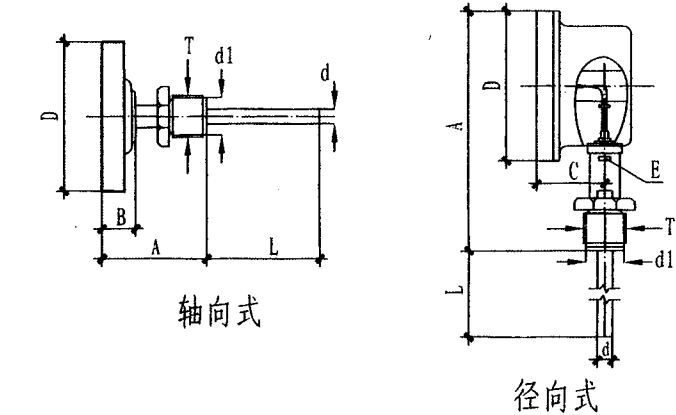

图2 双金属温度计外形图
4.2 双金属温度计： 双金属温度计WS、WSS，电接点温度计为WSX、WSSX。温度测量极限范围，最低极限温度为-60℃，最高极限温度为500℃，正常工作环境温度为-20℃～60℃，保护套管插入被测介质的深度为150～500/100～1500，接头螺纹为M27×2、G1/2、G3/4、M16×1.5，电接点温度计的接点功率为10VA，最大工作电压为220V/380V，最大工作电流为1A。双金属温度计的外形见图2。